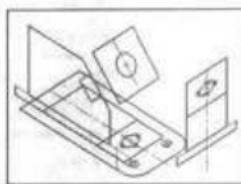

图 2-52 平面空间组合群
(9) 单击标准视图工具栏中的 (等轴测) 工具，在图形区域将显示如图 2-52 所示的平面空间组合群。
(10) 接下来，使用 (对齐草图) 工具对上述的 4 个草图进行简单的对齐操作。在进行对齐操作时，必须遵循如下规则：